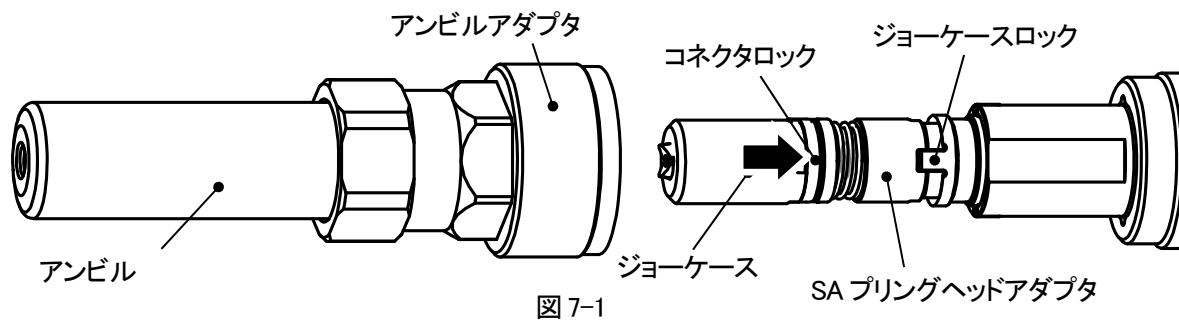

図 7-1
- ① 電池パックをツール本体より外してください。(P.15 参照)
- ② アンビルアダプタを手で左に回し、アンビル、ロックナット及びアンビルアダプタを取り外します。(図 7-1)